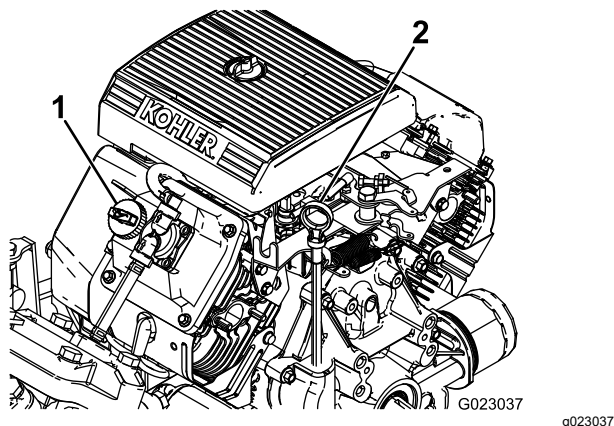

图 11
2. 取出量油尺用干净的抹布擦拭图 11。
4. 如果机油油位较低请从气门室盖图 11 上拆下加油颈盖从开口处注入机油直至油位达到量油尺上的“已满”标记请参阅 了解适合的机油类型和粘度。维护机油 (页码 41)